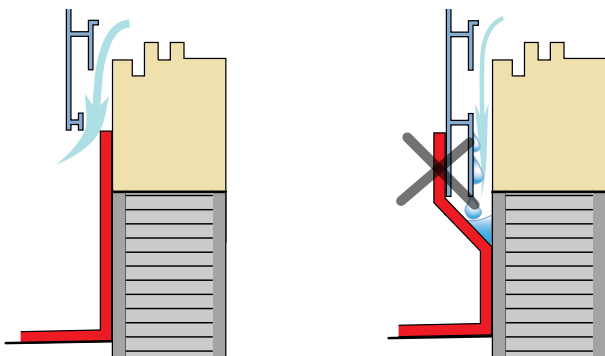

Abb. 17: Hinterlüftung bei Abdeckprofilen müssen offen bleiben (links), Abdichtung (rot)
2. Bei hinterlüfteten Profilen darf die Abdichtung nicht an das Profil angeschlossen werden (siehe Abb. 17). Wird die Hinterlüftung verschlossen, kann anfallendes Kondensat nicht mehr entweichen oder trocknen. Für den Fenstereinbau kann das Auswirkungen auf die Höhen des Fensterelementes und der Dachentwässerung haben.